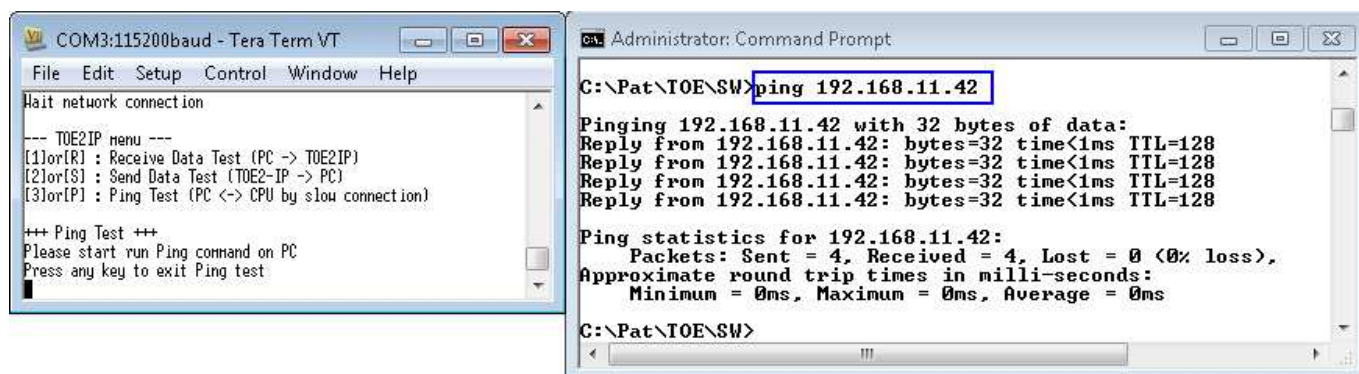

図 25: PING テストの結果例
- (1) シリアル・コンソールにて[3]または[P]キーを入力し PING テスト・モードを選択します。すると下図 25 左側のような “Please start run Ping command on PC” のメッセージが表示されます。
- (2) PC 側でコマンド・プロンプトを開き図 25 右側のように以下の PING コマンドを発行します。